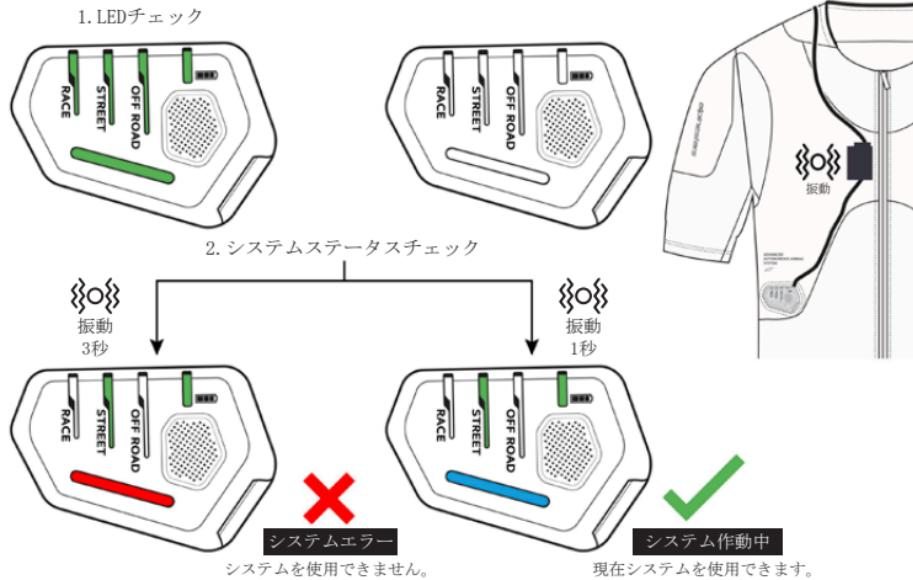

図9：システムはLEDチェックとステータスチェック両方を実施中です
- 1) LEDチェック：この段階では、システムは LEDディスプレイ（3）に表示されているすべての LEDが正常に機能しているかどうかを確認します。利用可能なすべての LED（3b、3c、3d）が約 1 秒間、緑色に点灯し、その後消灯するのを確認します（図 9 参照）。
- 2) システムステータスの確認：LEDチェック段階の後、システムステータスLED（3b）が青く点灯し、システムがアクティブであること、事故が発生した際にライダーを保護する準備が整っていることを示します（図9）。また、起動ジップ（2）の近くでは、約1秒間の短い振動が感じられます。この状態では、ユーザーは現在実行中のライディングモード（ライディングモードLED[3c]）とシステムのバッテリー残量（バッテリー残量LED[3d]）も確認できます（第8項「LED表示（3）表示の概要」を参照）。
警告！ システムステータスLED（3b）が赤く点灯した場合は、システムエラーが発生しています（図9）。また、起動ジップ（2）の近くでは、約3秒間の長い短い振動が感じられます。この状態は、システムが正常に機能していないことを示しており、したがって、事故発生時にライダーを保護する準備ができません（第19項「トラブルシューティング」を参照）。